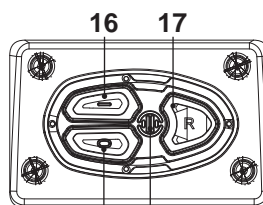

Fig. 10
1. Allumer: Appuyez sur le bouton Marche "I" [16] pendant environ 1 seconde pour allumer l'appareil (Fig. 10).